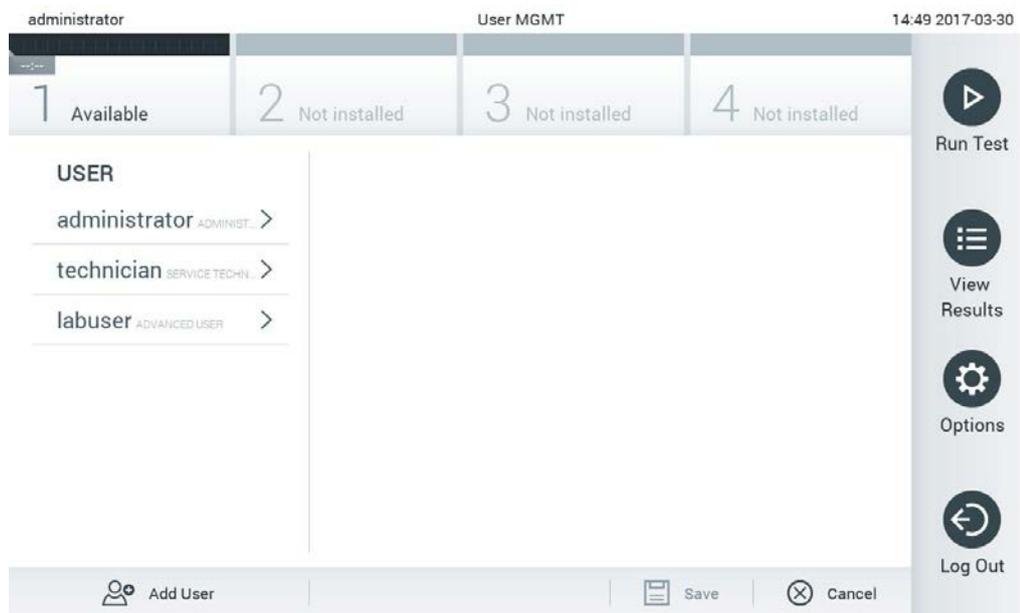

Figura 58. Pantalla User Management (Administración de usuarios).
1. Pulse el botón Options (Opciones) y, a continuación, el botón User Management (Administración de usuarios) para configurar los usuarios. Aparecerá la pantalla User Management (Administración de usuarios) en la zona de contenido de la pantalla (figura 58).